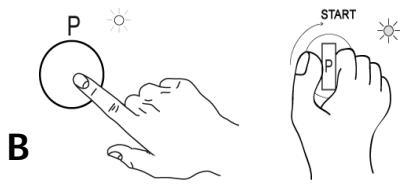

Fig.29
- 4- Premere il TASTO "B" avvio ciclo di lavaggio. La spia luminosa VERDE "C" si accende. Per modelli con manopola posizione "R", ruotare leggermente in senso orario per avviare il ciclo. (Fig.29)